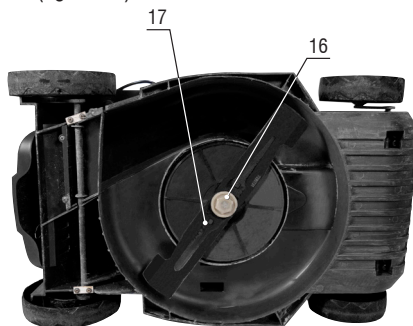

Figura 15 – Substituição da lâmina de corte
- a) Solte o parafuso de fixação da lâmina (16);
- b) Retire a lâmina (17), e a substitua (figura.15).